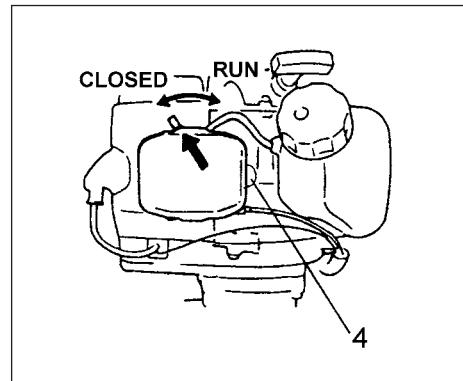

Fig. 2-3
- * Tryk snapsepumpen (4) adskillige gange, så brændstoffet flyder gennem pumpen eller returrøret. (hvis udstyret med det) (Fig. 2-3).
3. Sæt chokeren i positionen CLOSED. (Fig. 2-3).
5. Når du hører motoren ønsker at starte, så sæt chokeren tilbage til positionen RUN (åben). Træk så rekylstartern kvikt igen. (Fig. 2-3).